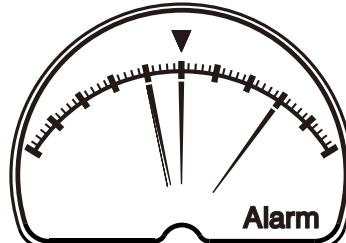

图7-7-3：压力报警阀值指示
**举例说明：**ConST211量程为（0~100）kPa，报警阀值上限为80kPa（80%FS），报警阀值下限为40kPa（40%FS），设当前的压力测量值为50kPa（50%FS）。那么模拟表盘的显示如图7-7-3：